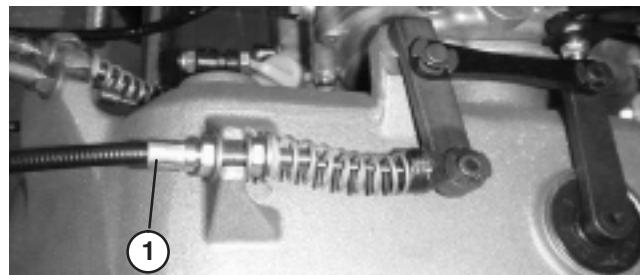

Bild 49
2. Wenn Sie die Zugspannung erhöhen möchten, lösen Sie die Klemmmutter des vorderen Zugs und ziehen Sie die Klemmmutter des hinteren Zugs an (Bild 49) (oben auf dem Getriebe) bis die Kraft des Spindelkabels zusätzlich 3,1 bis 4,5 kg Griffkraft, gemessen am Einstellrad, hinzufügt.